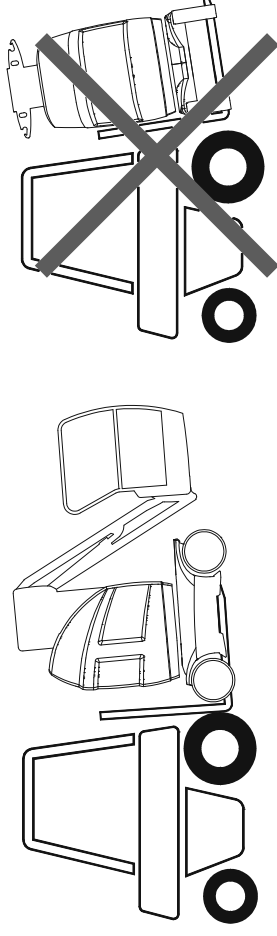

Figura 4-11. Levantamiento de la Máquina Utilizando un Montacargas
- Elevación de montacargas como se muestra en la Figura 4-11.